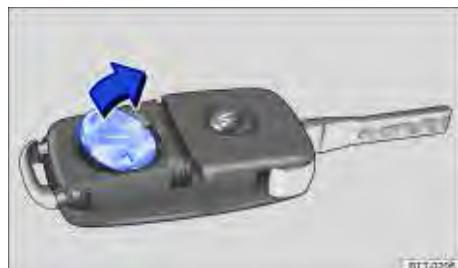

Fig. 19 Chave do veículo com comando remoto: remover a bateria.
- Remover a bateria do alojamento da bateria com uma ferramenta adequada ⇒ **Fig. 19**.
- Posicionar a nova bateria conforme indicado ⇒ **Fig. 19** e pressionar no sentido contrário ao da seta para dentro de alojamento da bateria ⇒ ①.